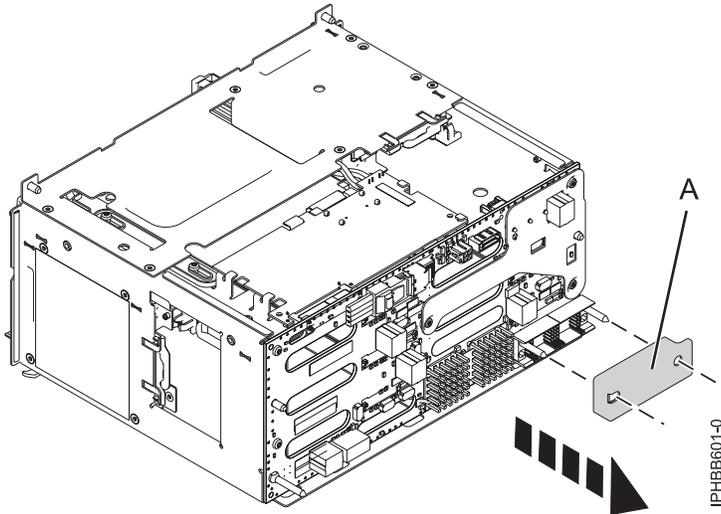

Figura 10. Remover a tampa protectora dos pinos do conector
3. Verifique se existe uma tampa protectora nos pinos do conector do canto inferior direito. Caso exista, remova a tampa (A), como é mostrado em Figura 10.